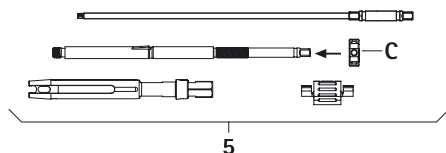

Abb. 9
- Spannmutter C auf Innenhülse aufschrauben, siehe Abb. 9.